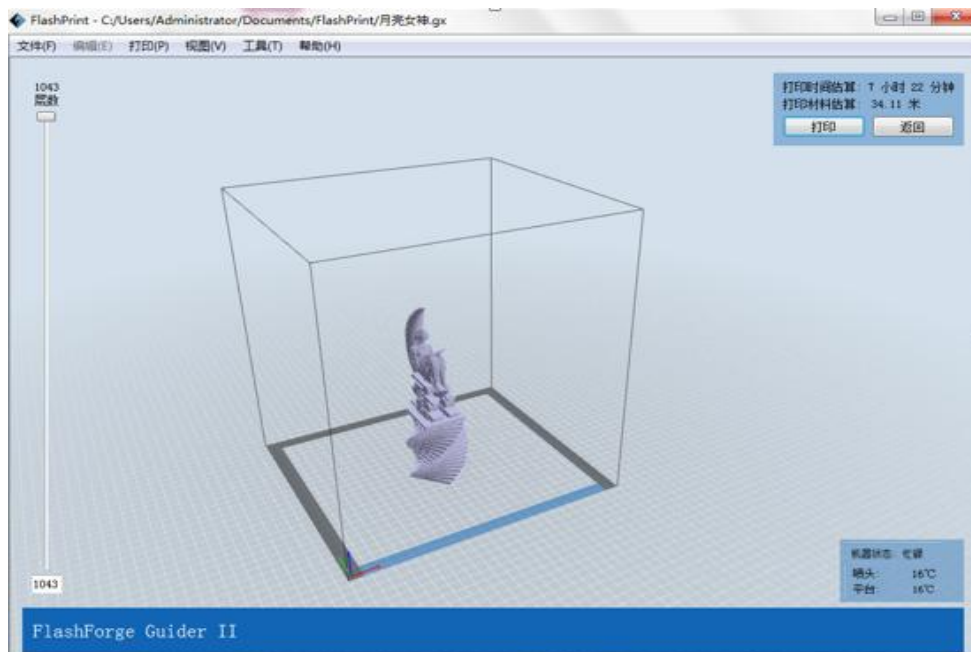

图7-13
- (图 7-13) 点击右上角的[打印]按钮，计算机将会把 Gcode 文件传输到设备端。